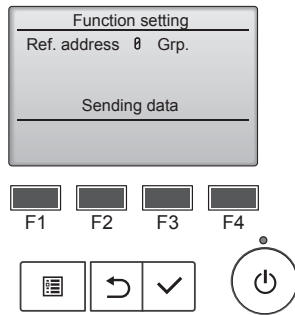

Fig. 6-13
- ⑥ (Fig. 6-13)
- ① Գործառնությունների ընտրության ռեժիմի բացումը